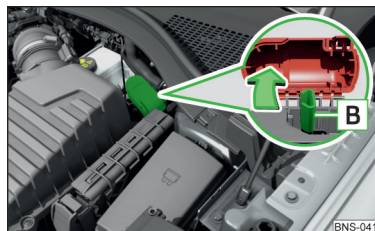

Fig. 347
Polul plus **B** se află sub un capac, în compartimentul motor » fig. 347.
- › Conectați borna plus a cablului pentru pornire asistată în poziția **B** » fig. 347.